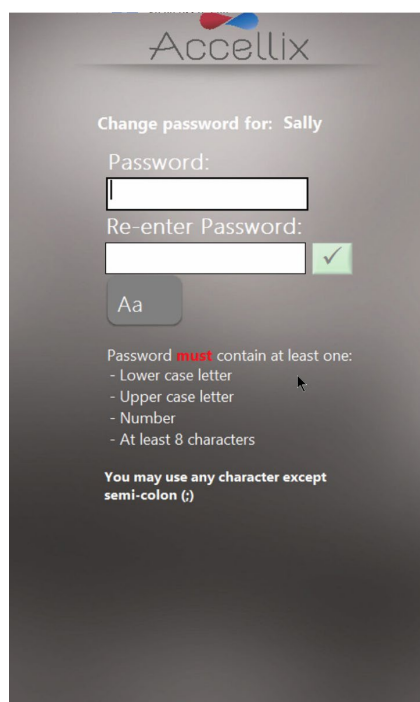

图 6：更改密码屏幕
1. 轻触 **Change Password**（更改密码）图标 。随即显示 **Change Password**（更改密码）屏幕（图 6）：